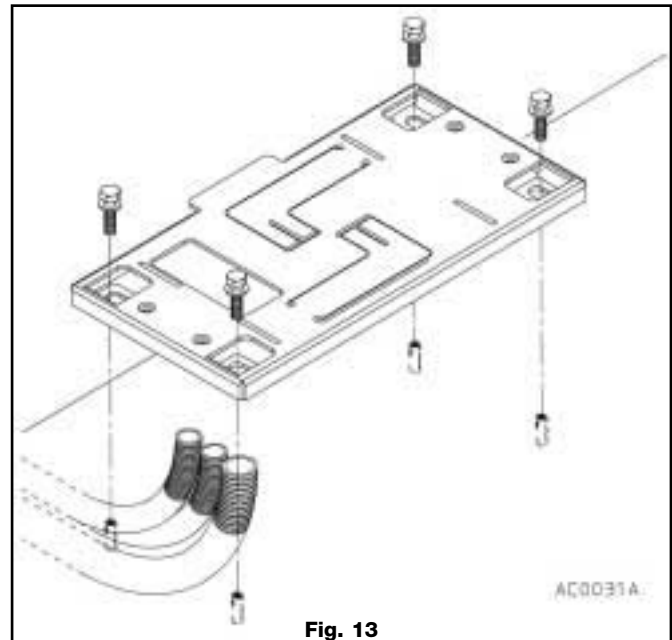

Fig. 13
- d1) Insérer les chevilles dans les trous, placer et fixer la plaque d'ancrage à la base cimentée à l'aide de 4 vis et rondelles selon les spécifications de la fig.13.